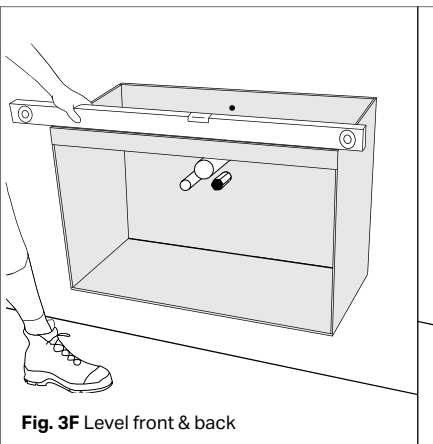

Fig. 3F Level front & back
- Level front & back (Fig. 3F)